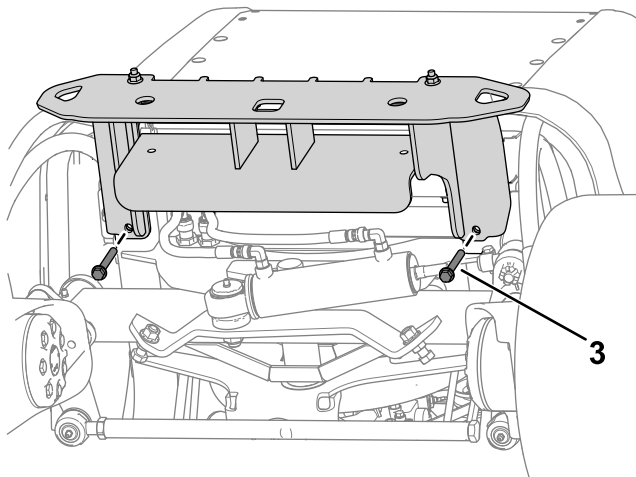

图 16
2. 使用 4 个螺栓 $\frac{3}{8}$ x 3-1/4 英寸和 4 个螺母 $\frac{3}{8}$ 英寸将缓冲器的上部区域松散地固定到机器机架上如图 16 所示。
3. 使用 2 个螺栓 $\frac{3}{8}$ x 3 英寸和 2 个螺母 $\frac{3}{8}$ 英寸将缓冲器松散地固定到机器机架下方如 图 16 所示。